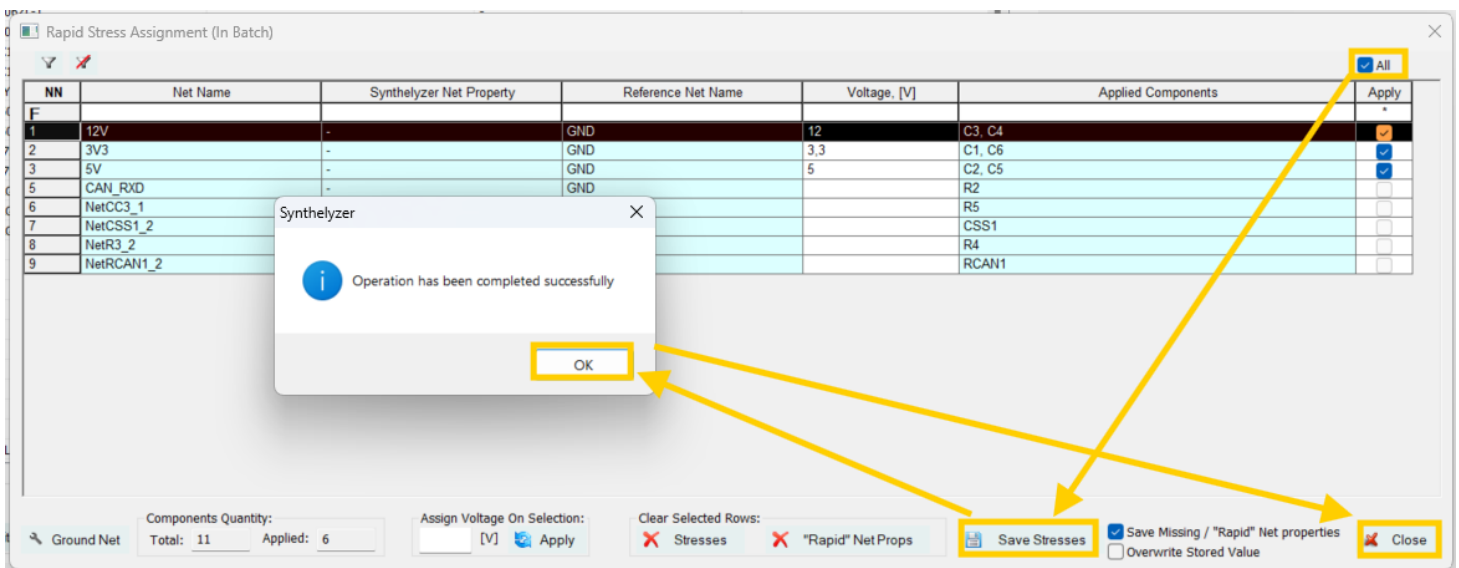

Figure 32. Consigne à suivre dans la fenêtre Rapid Stress Assignment
- ✓ Une fois remplis, cliquez sur la case « **all** », située en haut de la dernière colonne Apply, puis sur **Save Stresses**, et enfin sur **close**. (Figure 32)